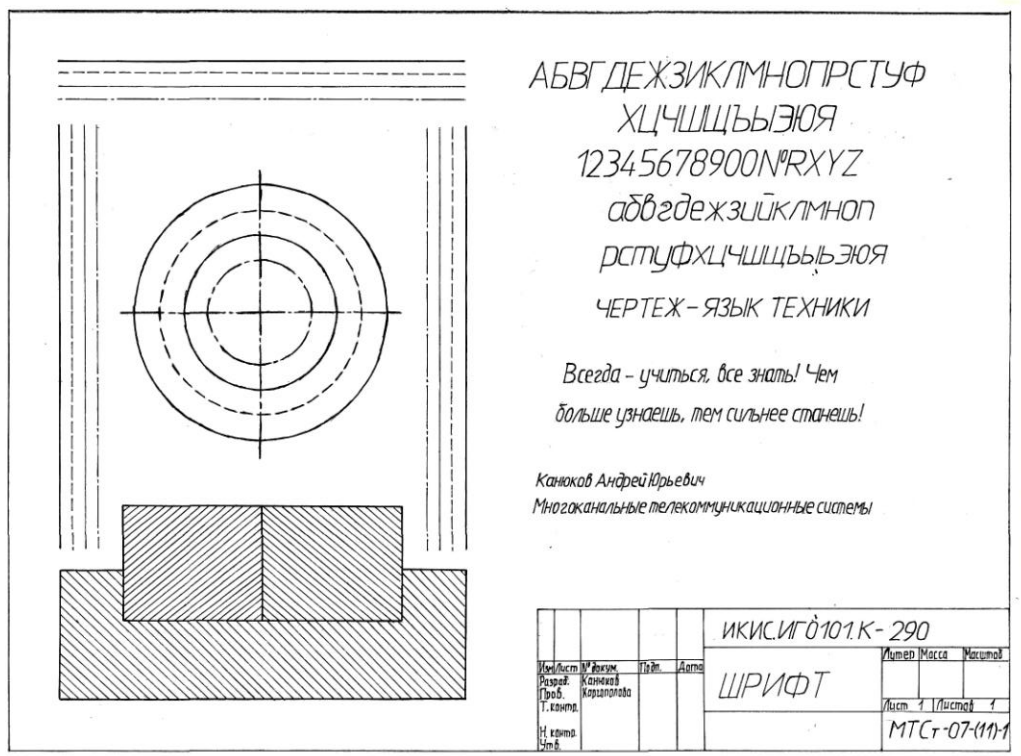

Рисунок 4 – Пример оформления формата
2. Задания выполнять в соответствии с вариантом. Пример оформления формата см. рис. 4.